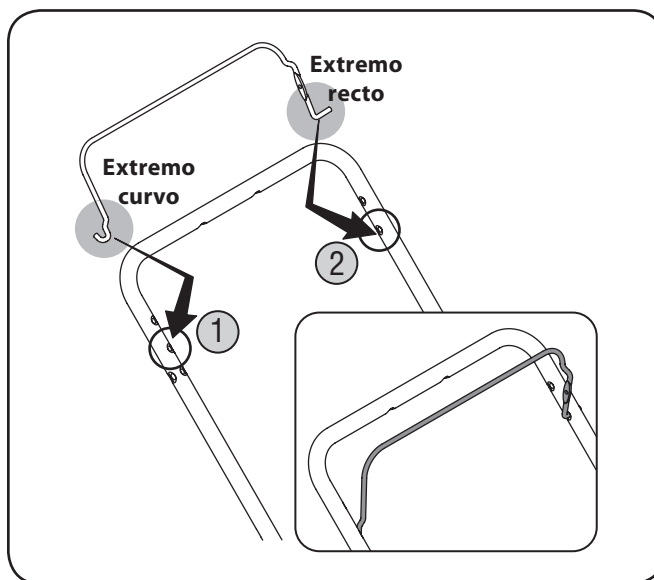

Figura 3-5
1. Inserte el extremo curvo del control de la cuchilla en el orificio del centro ubicado sobre el lado derecho de la manija superior. Vea Figura 3-5.
2. Apriete suavemente el control de la cuchilla hacia adentro e inserte el extremo recto dentro del orificio inferior ubicado del lado izquierdo de la manija superior. Vea Figura 3-5.